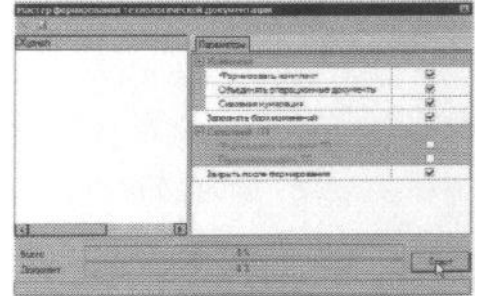

Рисунок 82
42. В открывшемся окне Мастера формирования технологической документации (рис. 82) установите галочки в необходимых ячейках. Нажмите кнопку **Старт**.